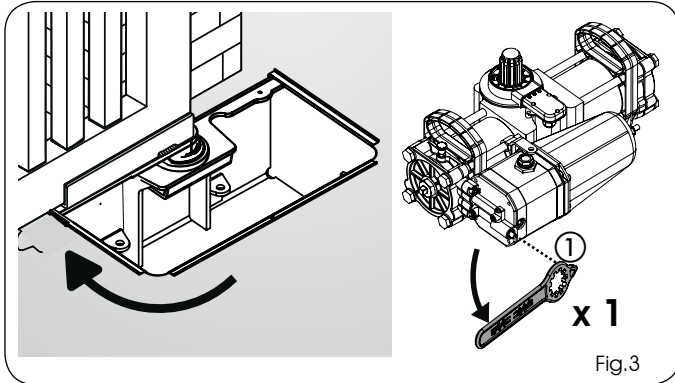

Fig.3
- 2) Facendo riferimento alle istruzioni del capitolo 7.1, sbloccare l'operatore a livello oleodinamico agendo con l'apposita chiave sulla vite di sblocco (Fig.3 rif.1)